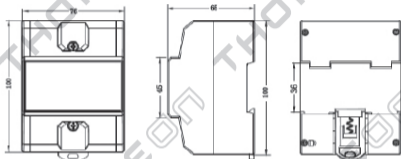

Рисунок 2
5.3 Размеры установки (Рисунок 2), мм.